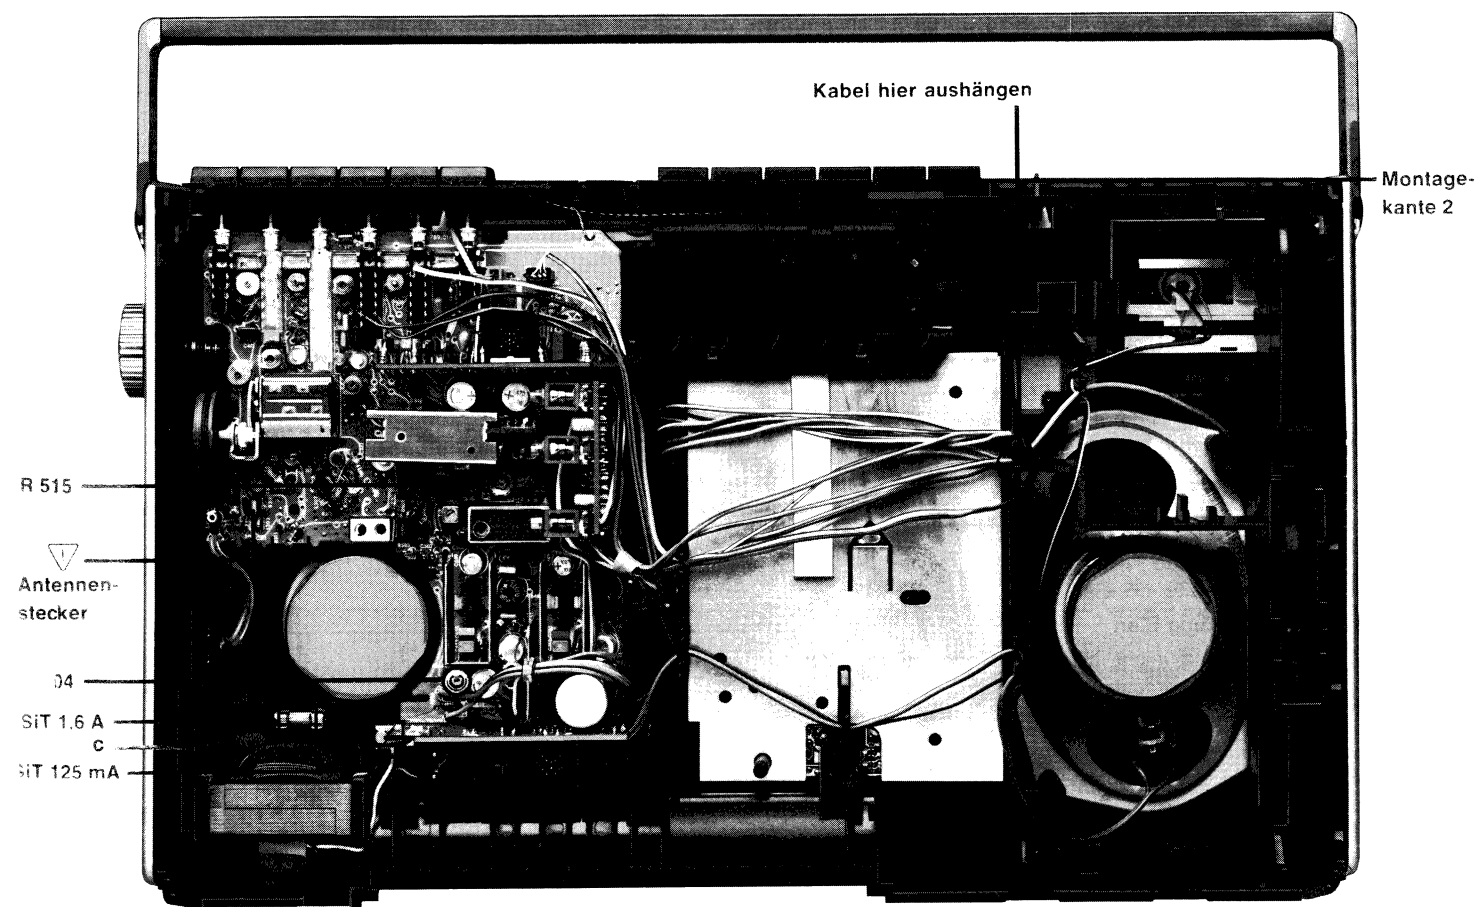
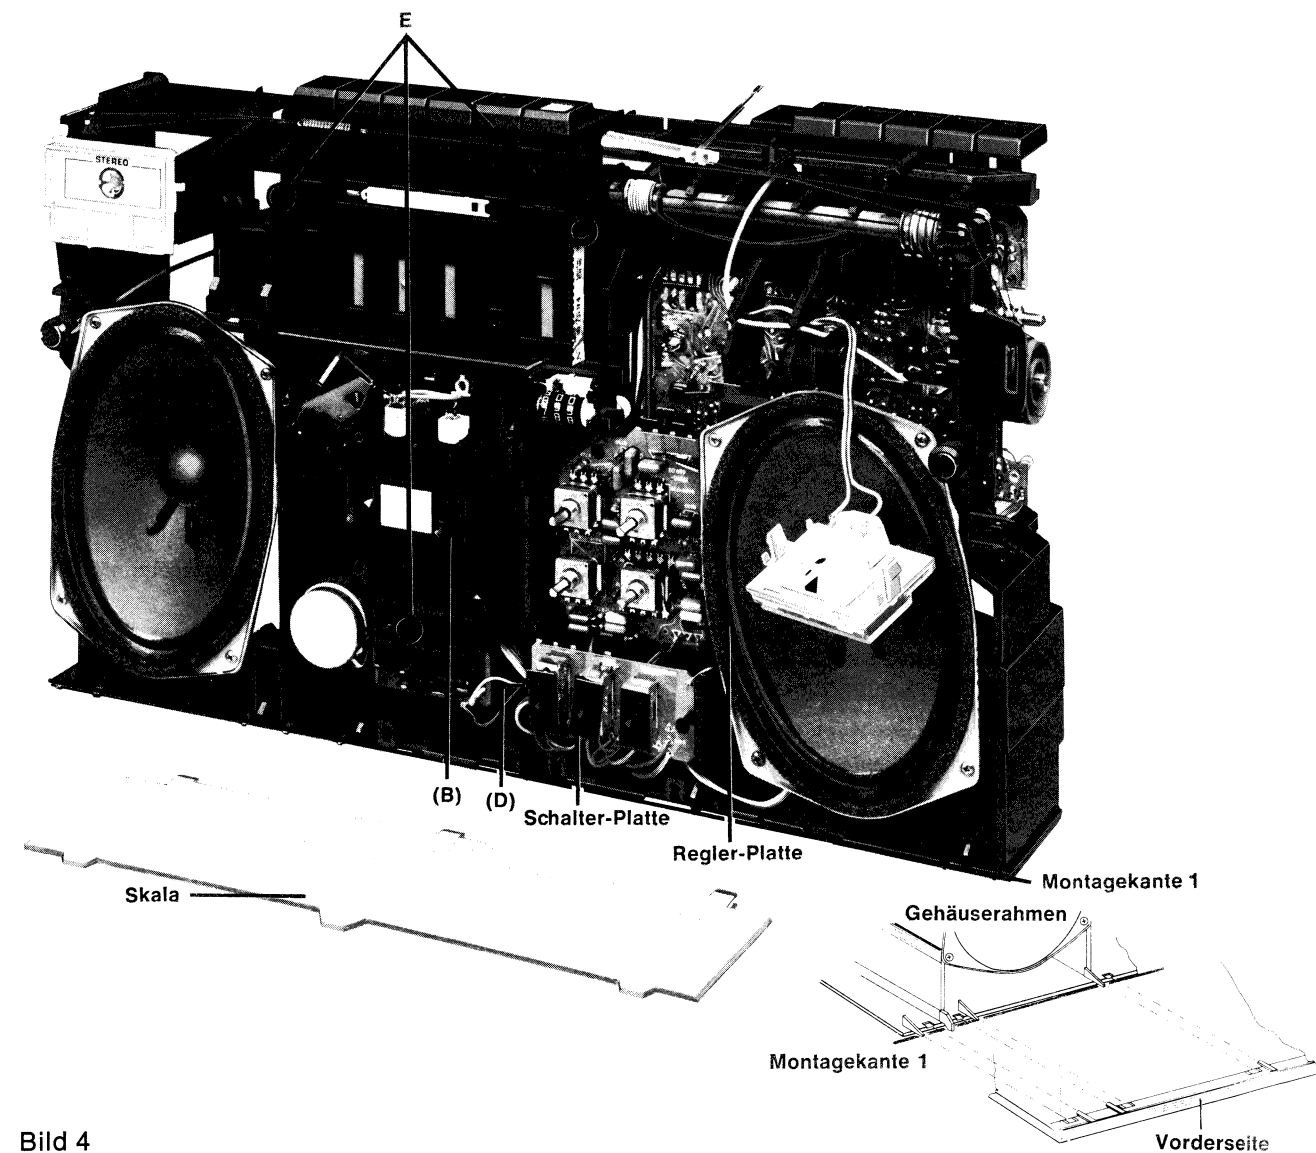

Bild 2
Bild 4
- Chassis oben vom Gehäuse-Vorderteil lösen (das Chassis ist nur gesteckt) und Chassis herausheben (trennt sich von Montagekante 1) [Bild 4].
- Skalenseil auf die Rastnasen (A) heben [Bild 4].
- Rastnasen (A) etwas anheben und Skala herausnehmen.
1.4 Ausbau der Regler-Platte [Bild 4, 5]
- Schnapphaken (B) lösen.
1.5 Ausbau der Schalter-Platte [Bild 4, 5]
- Schnapphaken (D) lösen.
1.6 Ausbau des Trafos [Bild 2]
- Schnappverschluß (C) lösen.
1.7 Ausbau des Cassetten-Bausteins (CB 95) [Bild 4]
- 3 Schrauben (E) herausdrehen.
- Kabelverbindungen aus den Kabelhalterungen aushängen [Bild 2].